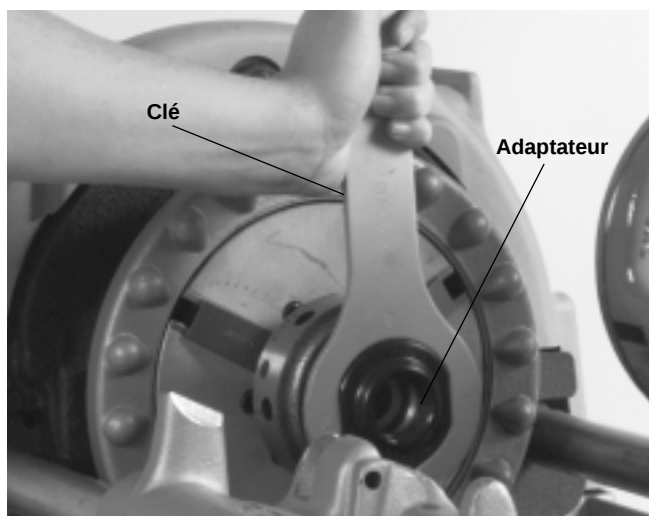

Figure 20 – Installation du corps du mandrin à raccords
2. Positionnez le mandrin à raccords dans les mâchoires du mandrin de la machine à fileter (Figure 20). Serrez le mandrin à coups répétés du volant.
4. Sélectionnez l'adaptateur de raccord approprié, puis vissez-le dans le mandrin à raccords (Figure 20). Serrez avec la clé fournie avec le mandrin à raccords.
5. Vissez le raccord déjà fileté d'un bout manuellement dans l'adaptateur (Figure 20). Mettez le sélecteur directionnel à la position ON (marche) et appuyez sur la pédale de commande. Alésez et filetez l'autre extrémité.